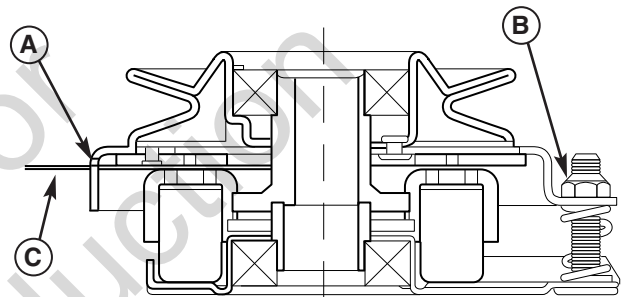

Figura 27. Ajustar Embrague del PTO
3. Inserte una lámina calibradora (C) de 2,5-4 mm (.012"-0.015") por cada ventana, colocando el calibrador entre la cara del rotor y la cara del armazón como se muestra en la Figura 27.
4. Alternativamente apriete las tuercas de ajuste (B, Figura 27) hasta que la cara del rotor y la cara del armazón apenas hagan contacto con el calibrador.